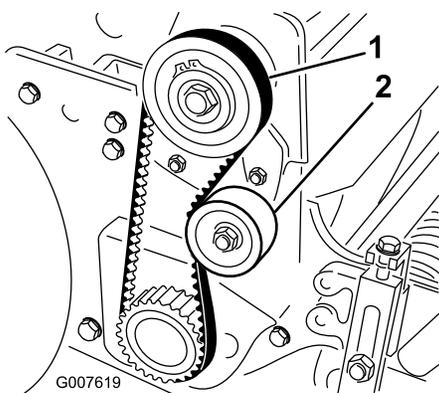

Bild 39
2. Prüfen Sie die Spannung. Bringen Sie hierfür eine Kraft von 18 bis 22 N in der Mitte des Riemen zwischen den Riemscheiben an (Bild 39). Der Riemen muss sich 6 mm durchbiegen lassen.
- A. Lösen Sie die Befestigungsmutter der Spannscheibe und drehen Sie die Spannscheibe nach rechts gegen die Rückseite des Riemen, bis Sie die gewünschte Riemen Spannung erzielt haben (Bild 39).